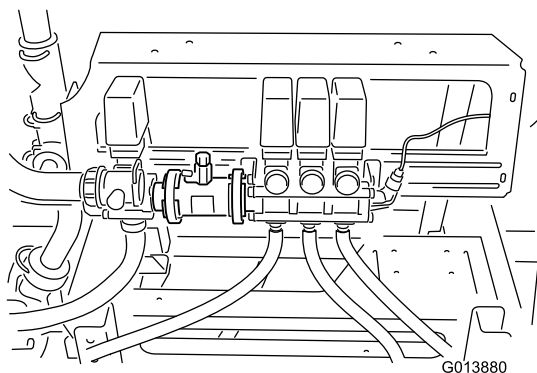

Figura 7
- F. Spostate con cautela il gruppo valvole della barra in posizione a filo con il corpo del flussometro (Figura 7).